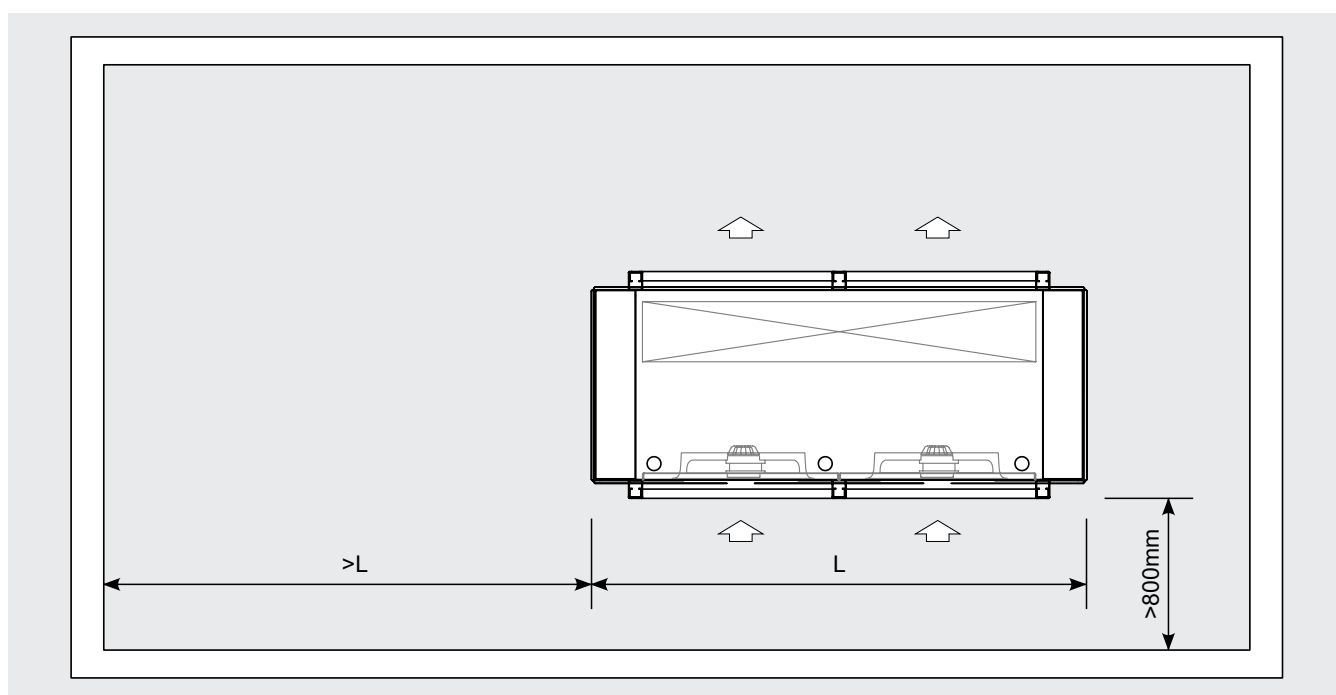
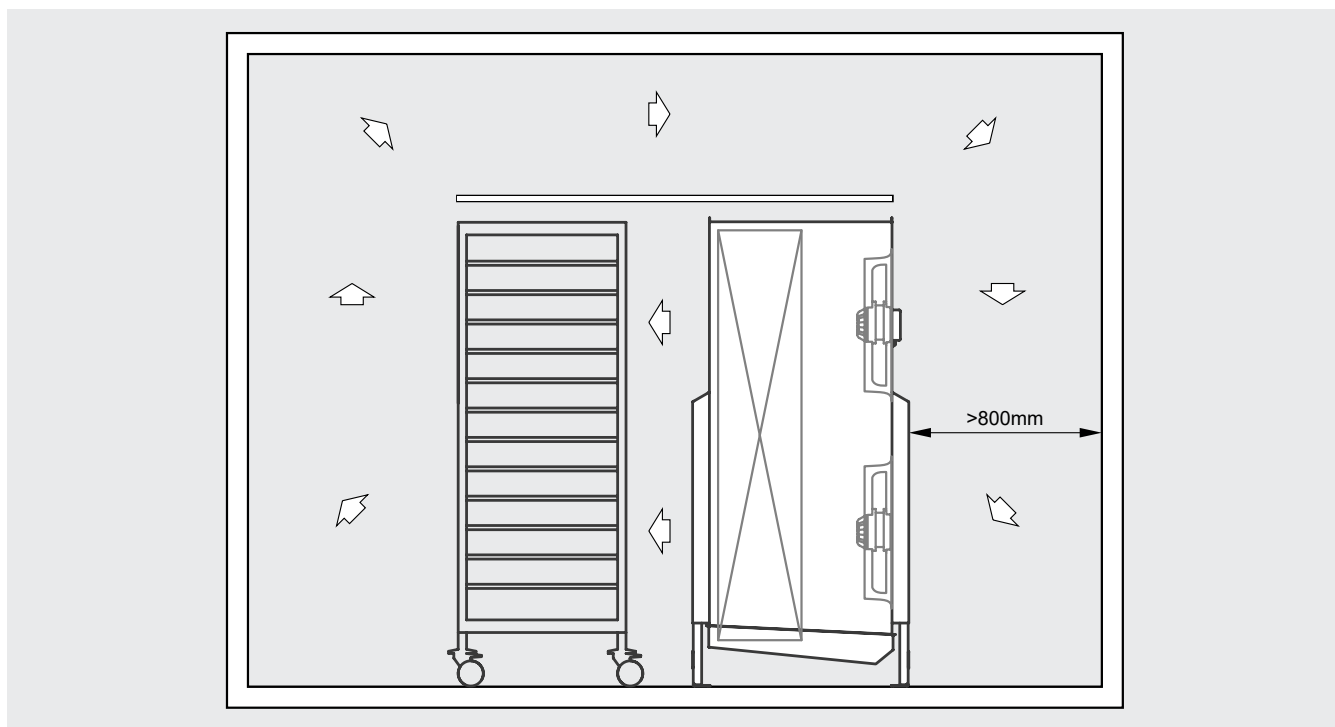

Figura 3
Figura 4
- 6.9 Asegurar un volumen libre adecuado (aproximadamente el 30% del volumen interno de la célula) para una correcta circulación del aire de entrada y salida. Respete la distancia mínima para extraer e introducir los elementos calefactores. Véase Figura 3 y Figura 4.